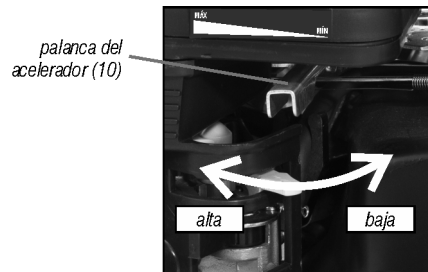

Fig. 20 – Palanca del acelerador
- Mueva la palanca del acelerador cerca de 1/3 para la posición alta (MÁX) (fig. 20);
- j. Después de encender el motor, mueva la palanca del acelerador para la posición alta (MÁX) (fig. 20) para iniciar la succión del agua. El flujo del agua es controlado a través de la rotación del motor. Para aumentar el flujo ponga la palanca del acelerador para la posición alta (MÁX) y para disminuir el flujo ponga la palanca del acelerador para la posición baja (MÍN).